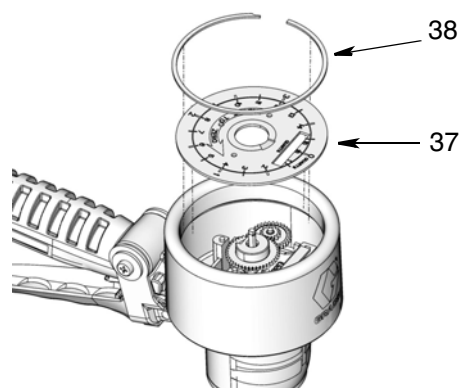

Рис. 17
5. Извлеките большое стопорное кольцо (38), а затем лицевую панель (37) (Рис. 17).